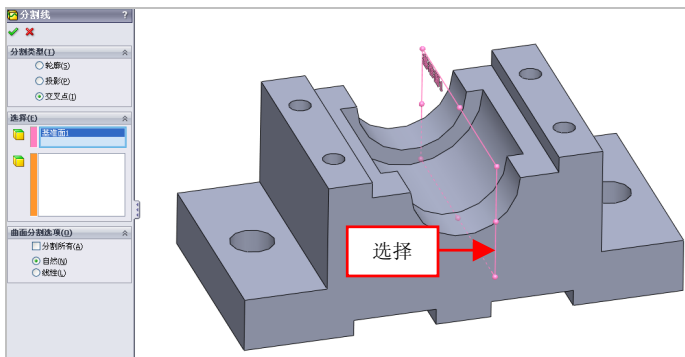

图 7-3 选择基准面对象
(3) 弹出【分割线】属性管理器，在【分割类型】选项区中，选中【交叉点】单选按钮，选择基准面对象，如图 7-3 所示。